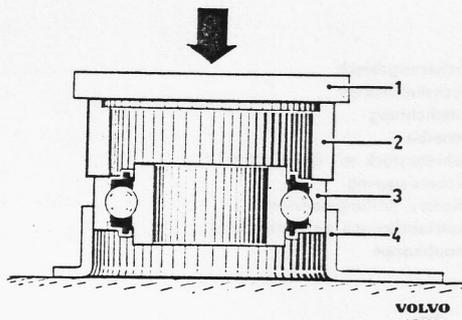

Bild 4-3. Zwischenlager einbauen
2. Gehäuse (9) mit Zwischenlager (8) nach hinten abziehen. Zwischenlager mit passendem Werkzeug aus dem Gehäuse pressen. Neues Kugellager mit Montagering SVO 4081 (siehe Bild 4-3) in das Gehäuse pressen. Wenn der Durchmesser des Presskolbens kleiner als der Montagering ist, eine Platte über den Montagering legen.
1. Lager (8. Bild 4-1) mit Montagering SVO 4081 in das Gehäuse pressen, siehe Bild 4-3. Staubbkappe (7. Bild 4-1), Lager, Druckscheibe (10) und Sicherungsblech (11) an die vordere Rollengelenkwelle anbauen.